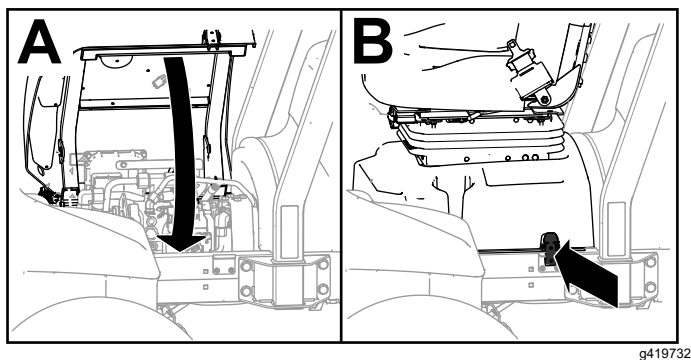

Bild 32
3. Klappen Sie den Sitz und das Sitzunterteil zu (und verriegeln (A in Bild 32).
4. Verriegeln Sie das Sitzunterteil (B von Bild 32).